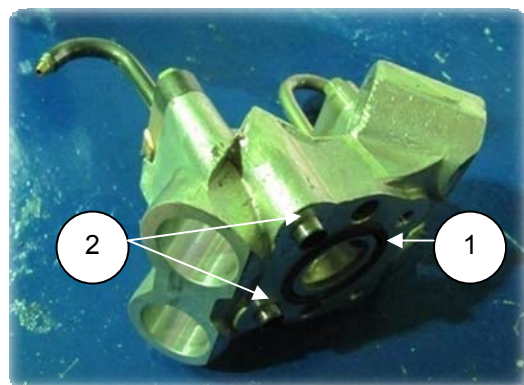

Рис. 6.3
2. Установить уплотнительные кольца (1) (840.1007258);
3. Установить направляющие толкателей (8401.1007250) с уплотнительными кольцами на блок цилиндров (рис. 6.4), обеспечив совмещение по установочным штифтам (2) (рис. 6.3).